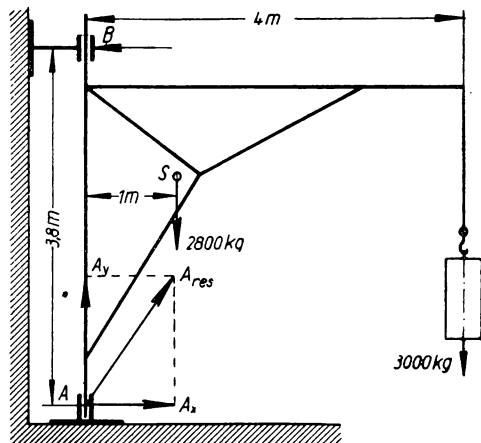

Bild 162
**296.** Ein Wand-Drehkran (Bild 162) von den gegebenen Maßen trägt 3000 kg Nutzlast in 4 m Ausladung. Sein Eigengewicht beträgt 2800 kg; der Schwerpunkt des unbelasteten Krangerüsts liegt in 1 m Abstand von der Drehachse. Welche Drücke üben die Zapfen *A* und *B* auf die Lager aus?